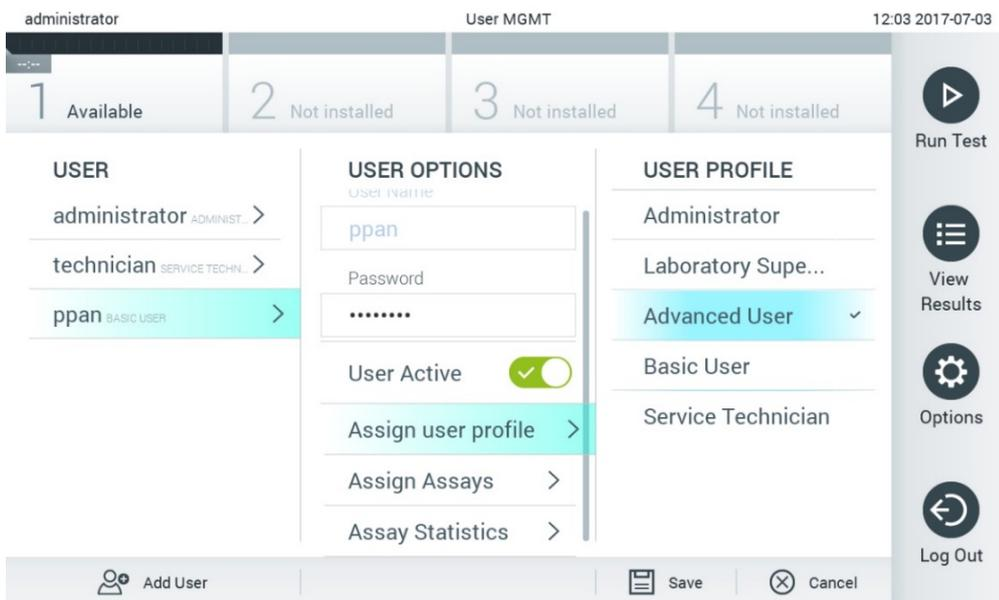

Abbildung 61. Zuweisung von Benutzerprofilen zu Benutzern.
- Assign User Profile (Benutzerprofil zuweisen): Zuweisung eines anderen Benutzerprofils für diesen Benutzer (z. B. Administrator, Laboratory Supervisor (Laborleiter), Advanced User (Fortgeschrittener Benutzer), Basic User (Einfacher Benutzer)). Wählen Sie das entsprechende Benutzerprofil aus der Liste rechts im Inhaltsbereich aus (Abbildung 61).